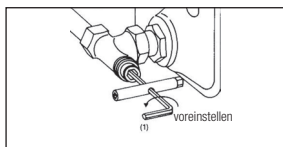

Abb.4 Voreinstellung Verschraubung
3. Nun Ventilkegel mit dem Sechskantschlüssel SW 6 (1) entsprechend den lt. Diagramm gewählten Umdrehungen durch Linksdrehen voreinstellen (Abb. 4).